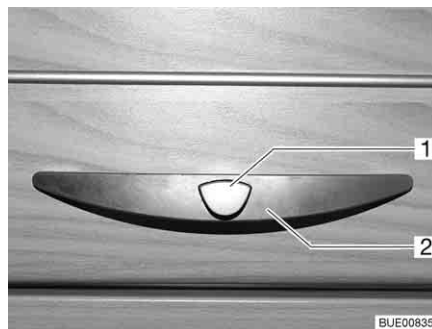

Fig. 41 Abattant de placard avec poignée (exemple)
- Appuyer sur le bouton de déverrouillage (Fig. 41,1) de la poignée (Fig. 41,2) et le maintenir enfoncé.